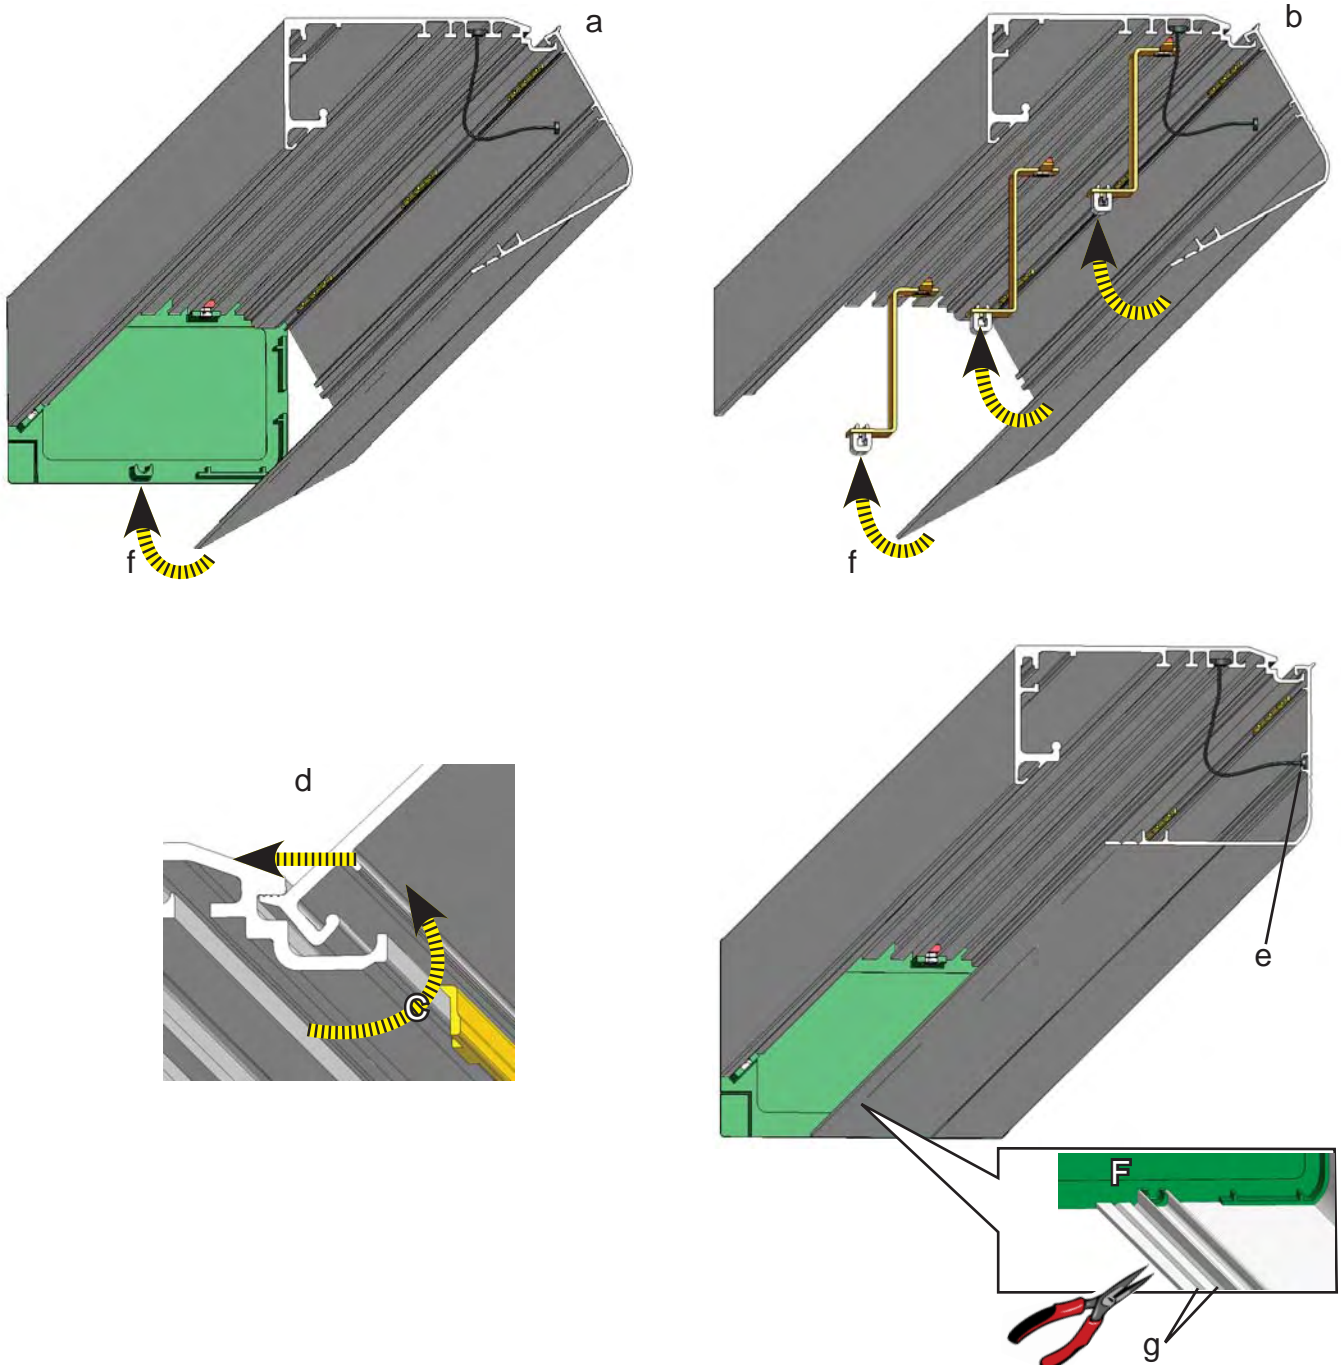

fig. 26
- Lägg det stängda höljet på hylsorna, som du tidigare monterade, som visas i Fig. 26 a or b.
- För att hålla höljet öppet, lyft den (Fig. 26 ref. c) och tryck den emot (Fig.26 ref. d)profilen tills metallkanten passar i profilsätet.
- säkra vajrarna i lämpliga säten (Fig. 26 ref. e)
- Det stängda höljet är låst i linje med de två sidopanelerna eller säkerhetskonsolerna (Fig. 26 ref. f)
- Det stängda höljet är förmarkerad för att passa till bladens olika tjocklekar. Eliminera tillgångsprofilen genom att skära vid punkterna som indikeras i fig. 26 ref. g.